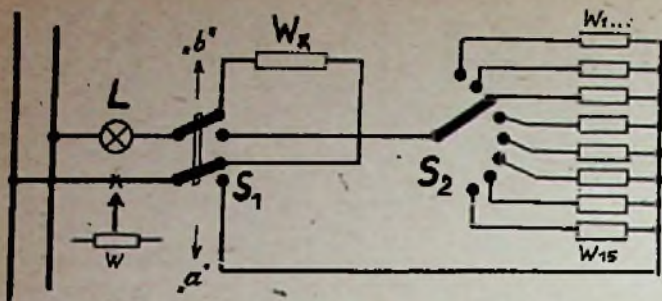

Abb. 4. Schaltskizze des Prüfgerätes für Widerstandsbestimmung unter Verwendung einer Glühlampe
In der Schaltskizze Abbildung 4 des handlichen Prüfgerätes finden eine Reihe bekannter Widerstände ( $W_1 \dots W_{15}$ ) Verwendung, die durch einen Schalter ( $S_2$ ) wahlweise in den bestehenden Stromkreis geschaltet werden können. Die Reihenfolge der Widerstände richtet sich nach dem Widerstandswert. Es werden hier einmal in Stellung „a“ des Schalters  $S_1$  die durch Schalter  $S_2$  einschaltbaren bekannten Widerstände ( $W_1 \dots W_{15}$ ), in Stellung „b“ der gesuchte Widerstand ( $W_x$ ) in den Stromkreis gelegt. Findet der durch den Schalter  $S_1$  bewirkte Wechsel der Umschaltung von Stellung „a“ zu „b“ schnell genug statt, z. B. durch eine Morsetaste oder eine entsprechend konstruierte Blattfeder, so kann man mit einigermaßen Genauigkeit durch die Helligkeitsunterschiede der Lampe (L) den Wert des gesuchten Widerstandes „einkreisen“.